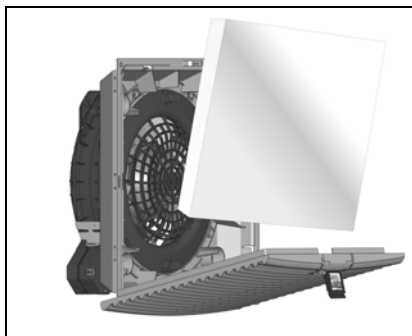

Fig. 7 : Mettre la cartouche filtrante en place
- Poser la cartouche filtrante dans le boîtier comme il est indiqué sur la fig. 7 et rabattre la grille à lamelles sur le boîtier jusqu'à enclenchement.